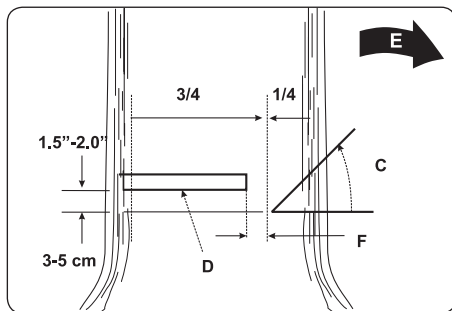

Рис. 13
**ПРЕДУПРЕЖДЕНИЕ:** Не ходите перед деревом, которое уже подрезано. Окончательный срез (D) выполняется с обратной стороны дерева в 3–5 см над горизонтальной основой подреза (C) (Рис. 13).